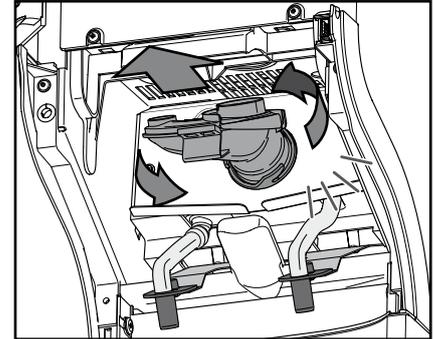

Abb. 28
- d. Drehen Sie die Mischkammer gegen den Uhrzeigersinn, um sie zu entriegeln, und entfernen Sie sie zusammen mit dem Dichtungsring. (Abb. 28)